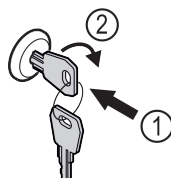

Fig. 204
- Insérer la clé. Fig. 204 (1)
- Tourner la clé à 90° dans le sens horaire. Fig. 204 (2)